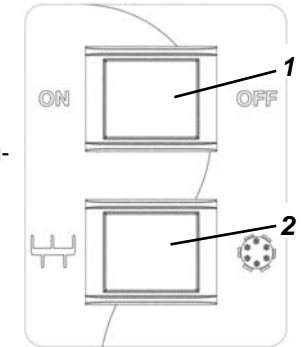

Fig. 3.1.1
Brancher la fiche à la prise de courant électrique et appuyer sur le bouton de marche (3 Fig. 3.1.1). La machine démarre en mode tréfilage, contrôler le sens de rotation de l'hélice, qui doit être antihoraire.
5.3 - Vérifier l'efficacité du bouton d'arrêt (fig. 3.1.1)
Avec la machine branchée au réseau et l'outil en mouvement, placer l'interrupteur (1) sur «OFF» Fig. 3.1.1. La machine doit s'arrêter.
5.4 - Mise en marche de la machine (fig. 3.1.1)
Sélectionner la modalité de travail (mélangeur/extrudeur) avec le sélecteur (2). Placer l'interrupteur (1) sur «ON» Fig. 3.1.1 et la machine se met en marche.
5.5 - Arrêt de la machine (fig. 3.1.1)
Pour arrêter la machine, placer l'interrupteur (1) sur «OFF» Fig. 3.1.1